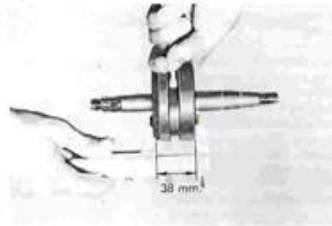

Fig. 2-17-5
2) Kontrol af sideslør ved plejstangens nederste ende. (Fig. 2-17-5) Hold plejstangen på den ene side og anbring en afstandssøger mellem plejstangens nederste ende og krumtappen.